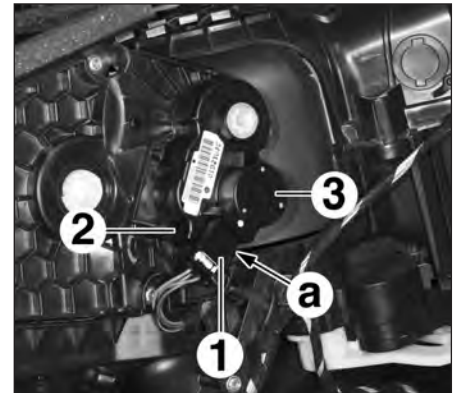

FIG.38
- Débrancher le connecteur (1) (Fig.38).
- Déposer la vis (2).
- Déverrouiller le motoréducteur (3) en appuyant en (a).
- Tourner le motoréducteur (3) d'un quart de tour dans le sens antihoraire
- Déposer le motoréducteur (3).